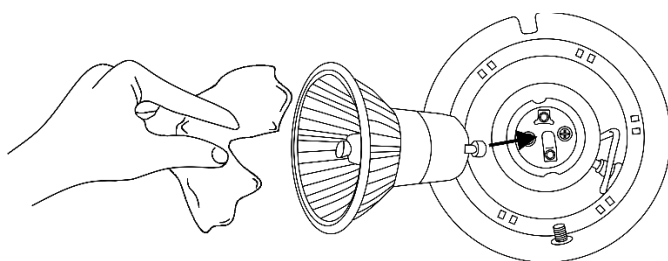

Fig. 05
- 04) Inserte la lámpara (fig. 05).